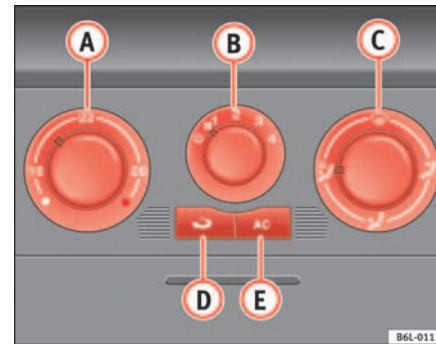

Abb. 86 In der Instrumententafel: Bedienelemente Klimaanlage
- Mit den Reglern \Rightarrow Abb. 86 A und C und mit dem Schalter B stellen Sie die Temperatur, die Gebläsestufe und die Luftverteilung ein.